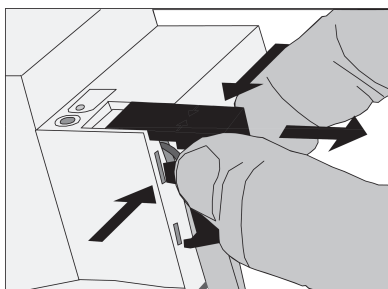

рисунок 5: Снятие защитной крышки
- Надавить на защитную крышку сбоку и снять ее (см. рисунок 5).